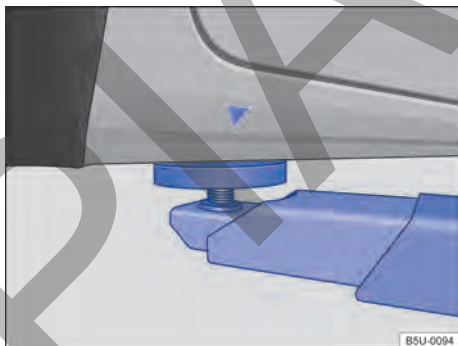
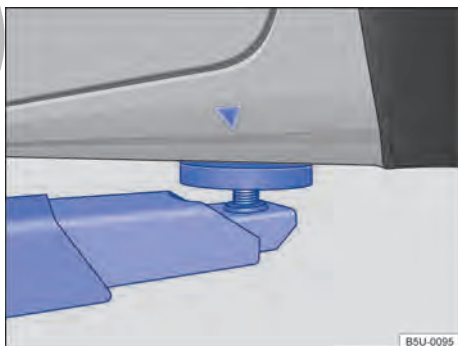

Fig. 189 Puntos de apoyo delanteros para la suspensión con plataforma elevadora o con gato.
Fig. 190 Puntos de apoyo traseros para la suspensión con plataforma elevadora o con gato.
El vehículo debe ser suspendido solamente por los puntos indicados en las figuras → fig. 189 y → fig. 190. Si el vehículo no está suspendido por los puntos indicados, pueden ocurrir daños en el vehículo → ⓘ y lesiones graves → ⚠.
- Suspender el vehículo solamente por los puntos indicados en las figuras → fig. 189 y → fig. 190. Si el vehículo no es suspendido por los puntos indicados, puede caer de la plataforma elevadora cuando, por ejemplo, se desmonta el motor o la suspensión.